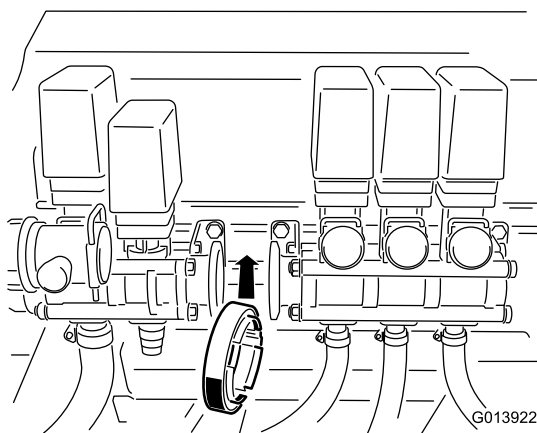

Рисунок 8
- Наденьте клапан стрелы в сборе обратно на новый клапан эдуктора, пока два переходника не будут расположены заподлицо с прокладкой между ними (Рисунок 8).